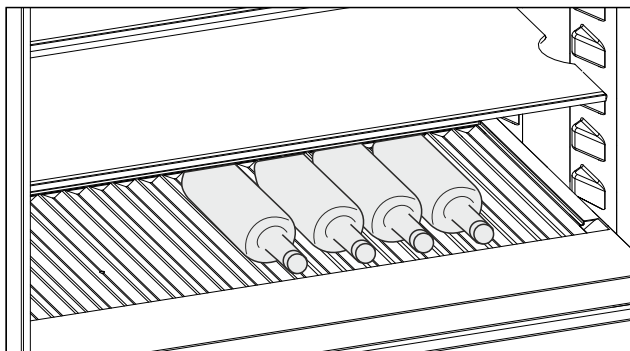

Fig. 255 Ilustrační zobrazení
- Láhev ukládejte dnem dozadu k zadní stěně. (viz Fig. 255)